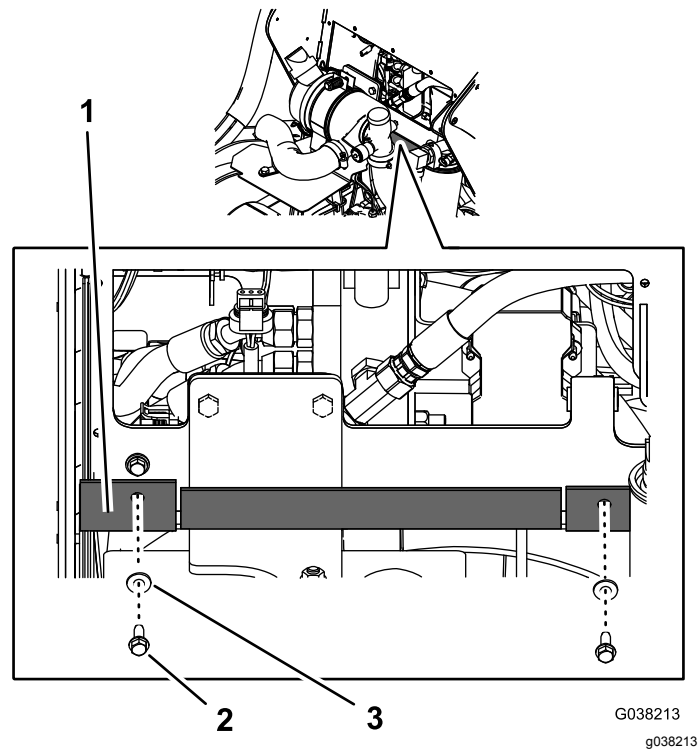

Bild 19
6. Befestigen Sie das Gummiablenkblech mit den zwei Schrauben und zwei Scheiben an der Maschine (Bild 19).